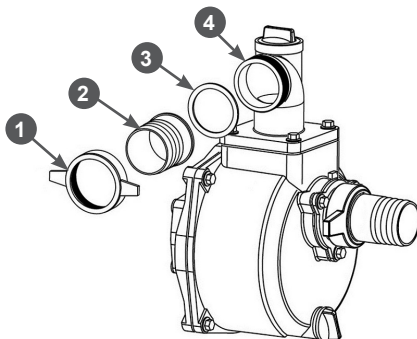

Рис. 11. Установка патрубка напорного рукава
2. Установите патрубок 2 через уплотнительное кольцо 3 к выпускному (напорному) фланцу 4 насоса и плотно затяните гайку 1 патрубка (Рис. 11).